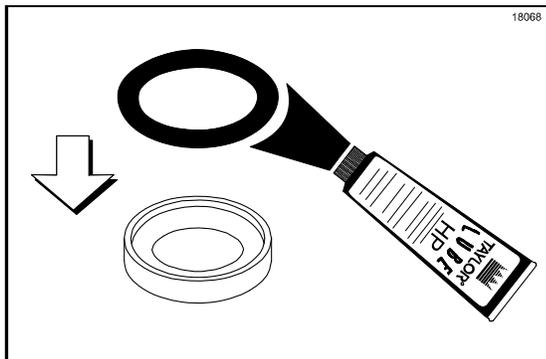

Figura 87
1. Lubrique e instale la junta tórica del sello. (Vea la figura 87).